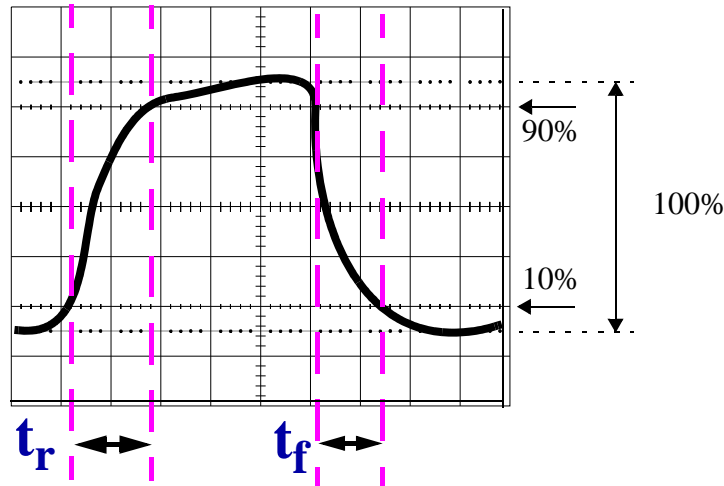

Figura 23: Medida del tiempo de transición en el osciloscopio
- Para medir  $t_r$  y  $t_f$  en el osciloscopio se procede de forma similar al caso de los tiempos de propagación, pero midiendo ahora entre los citados 10% y 90% (Figura 23).